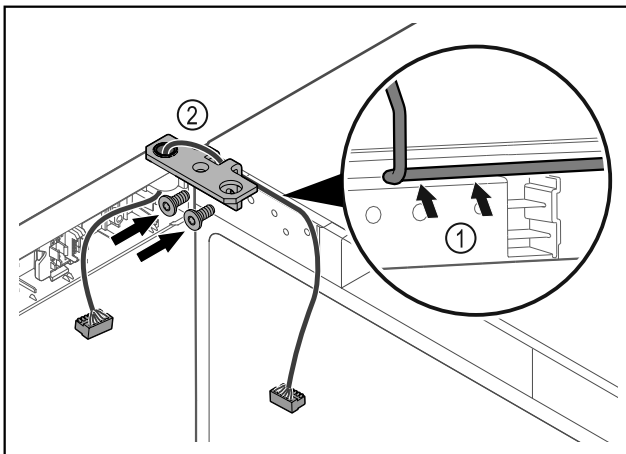

Fig. 36
- Kabel durch die Ausparung des Scharnierwinkels führen und vorsichtig verlegen Fig. 36 (1).
- Scharnierwinkel Fig. 36 (2) anschrauben.